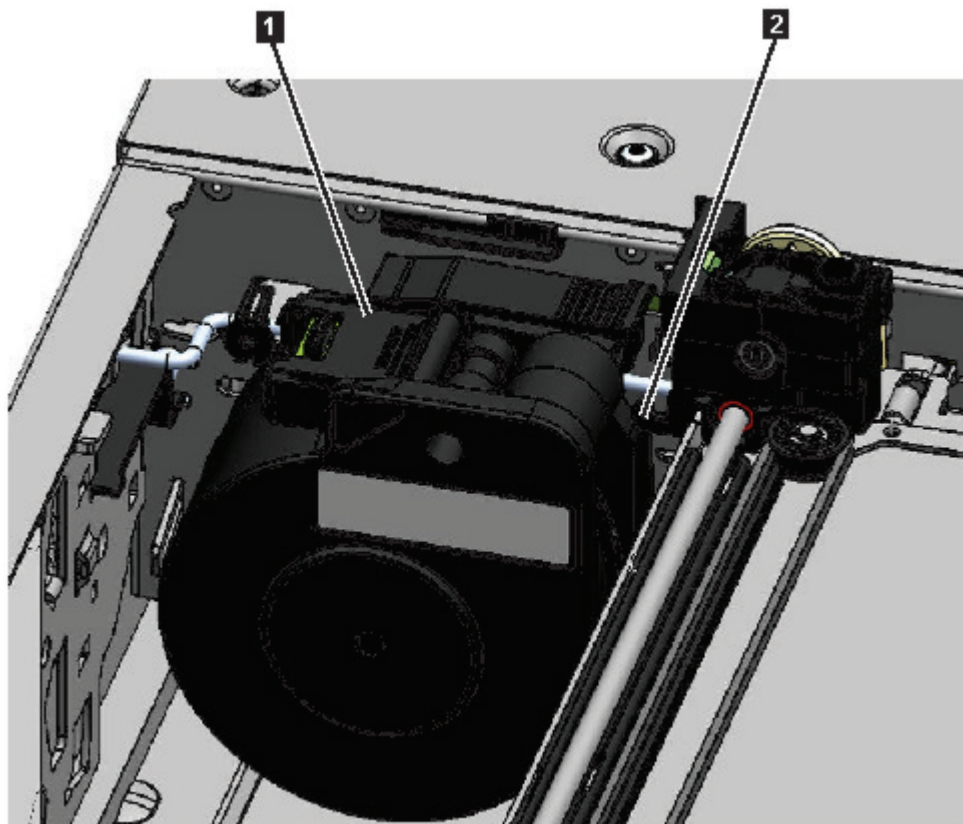

図 75. 停止位置にあるスプリング・ケーブル
注: スプリング・ケーブル・ピボットの端部がアクセサリーのどこにあるかに注意します。これを把握しておくことは、新しいスプリング・ケーブルをアクセサリーに接続する際に重要です。143 ページの図 75 の **2** を参照してください。
9. スプリング・コネクタ (143 ページの図 75 の **1**) を停止位置に配置します。